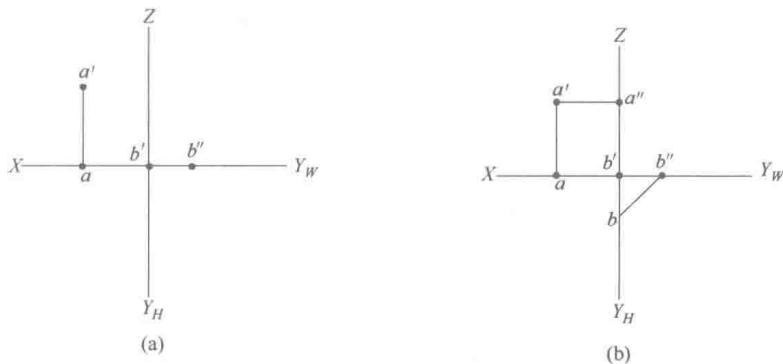

图 1-12 作点的投影
**例 1-1** 已知  $A$ 、 $B$ 、 $C$  三点的两面投影如图 1-12(a) 所示, 求作  $A$ 、 $B$ 、 $C$  三点的第三面投影。
作图, 如图 1-12(b) 所示: